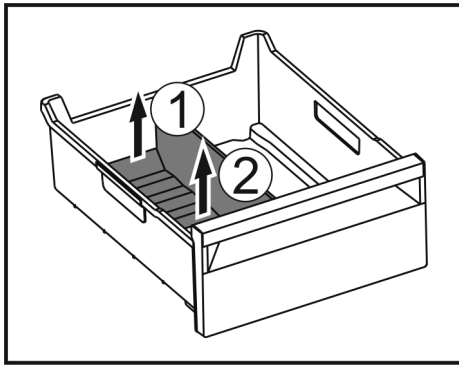

Fig. 54
- ▶ Achterste deel van de ijsvak-scheider optillen. Fig. 54 (1)
- ▶ Ijsvak-scheider er naar boven toe uitnemen. Fig. 54 (2)